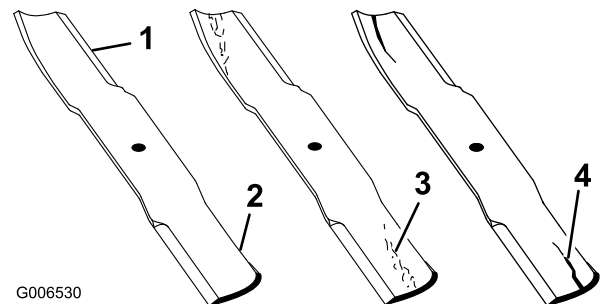

Figura 90
1. Inspeccione los filos de corte (Figura 90). Si los bordes no están afilados o tienen muescas, retire las cuchillas y afílelas. Consulte Afilado de las cuchillas (página 66).
2. Inspeccione las cuchillas, especialmente la parte curva (Figura 90). Si observa daños, desgaste o la formación de una ranura en esta zona (Figura 90), instale inmediatamente una cuchilla nueva.